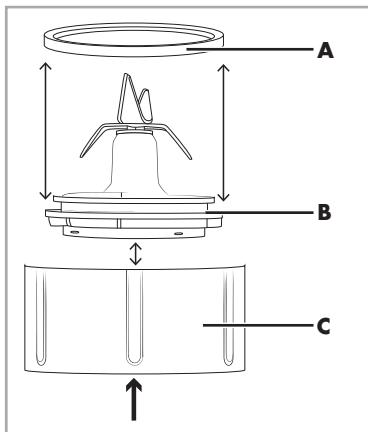

Abb. 1: Messerhalter ④
- Wischen Sie die Basis ⑤ mit einem feuchten Tuch ab. Bei hartnäckigeren Verschmutzungen geben Sie ein mildes Spülmittel auf das Tuch. Wischen Sie Spülmittelreste mit einem mit klarem Wasser befeuchteten Tuch ab.
- Nehmen Sie zur gründlichen Reinigung den Messerhalter ④ auseinander (siehe Abb. 1):